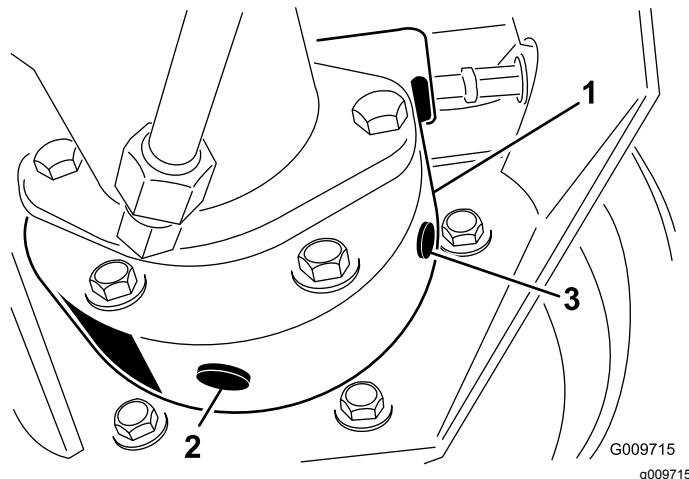

Bild 44
3. Stellen Sie ein weiteres Auffanggefäß unter das Bremsgehäuse an der anderen Seite des Rads (Bild 44).